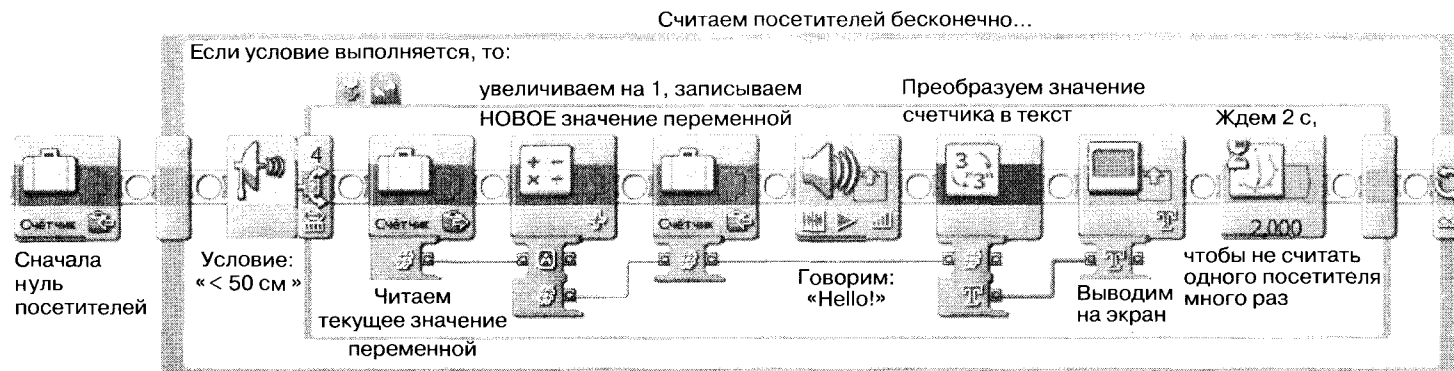

Рис. 199. Программа подсчета посетителей
4. Далее настраиваем программу так, чтобы количество посетителей показывалось на экране. Так как посетителей должно быть много — все действия переносим в тело цикла. В итоге программа примет вид, представленный на рис. 199. Временная задержка необходима, ведь посетитель будет проходить перед датчиком какое-то время (робот может начать одного посетителя считать за двух или трех).